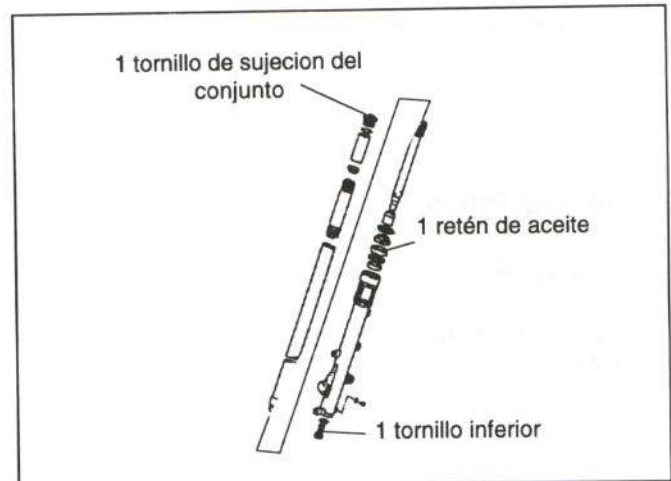

Figura 43.- Componentes del conjunto
- Componentes del conjunto (figura 43)